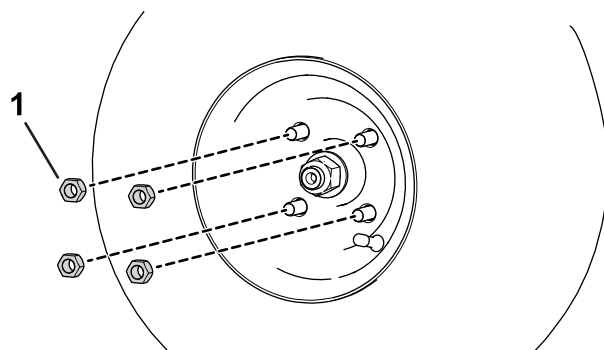

図 57
A. ホイールラグナットをゆるめて外す 図 57。
- B. ホイールラグナットを取り付ける 図 57。